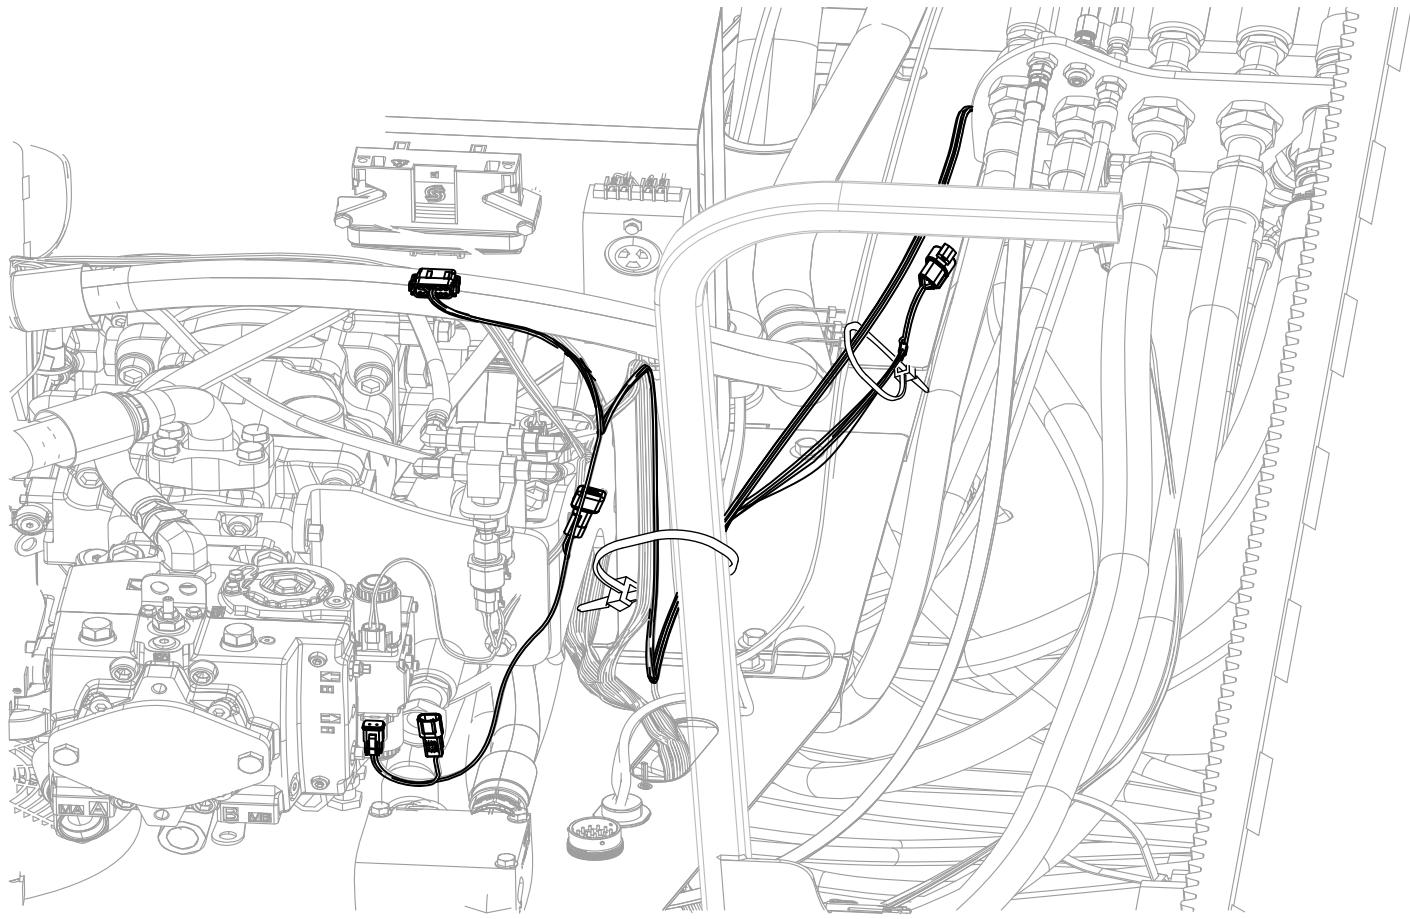
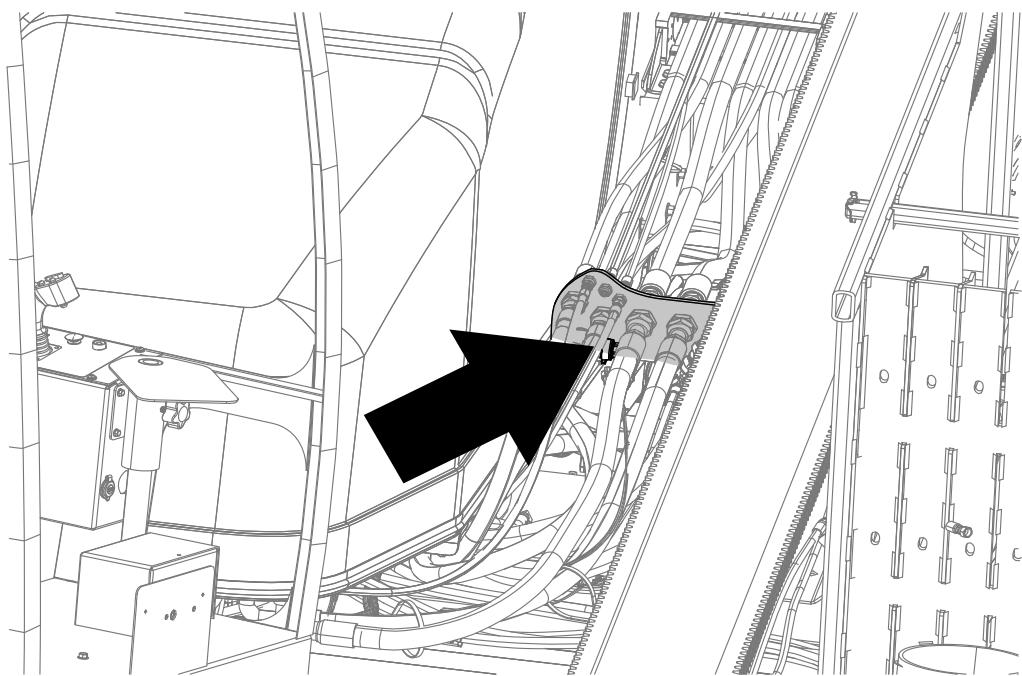

Figura 6
Figura 7
Pase el arnés de cables por el bastidor junto a los arneses de cables actuales (Figura 6 y Figura 7).
1. Localice el transductor debajo del tabique, justo encima del sensor del depósito de combustible (Figura 7).